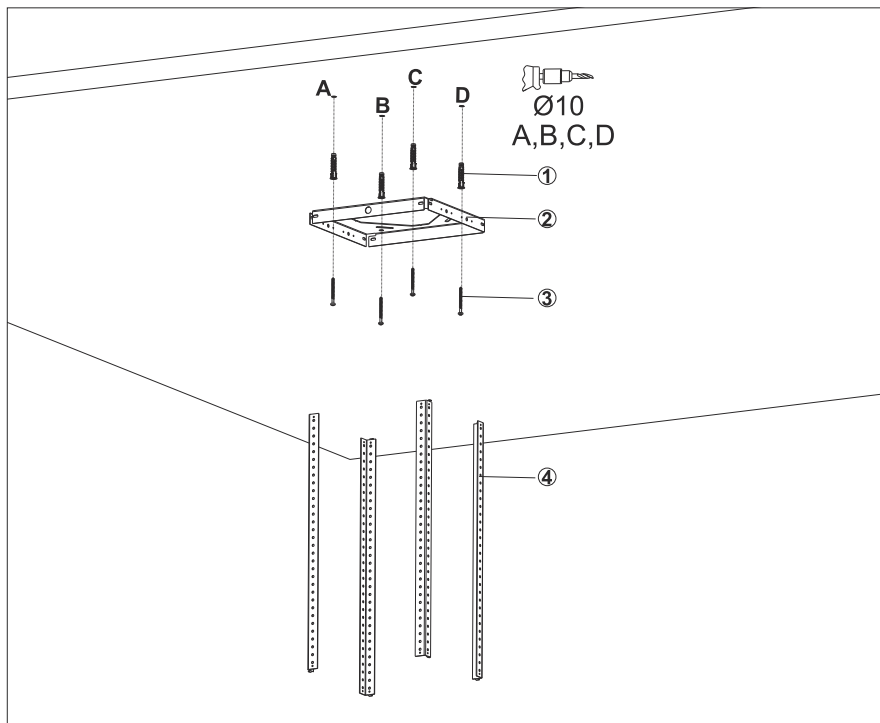

Fig. 7
1. Markera A, B, C och D i taket där takplattan ska monteras och borra Ø10mm hål (Fig. 7).
2. Tryck i Ø10mm pluggar i A, B, C och D (Fig. 7).
3. Montera takplattan i taket genom att skruva fast den med 4 st 5,5x60 skruvar på A, B, C och D (Fig. 7).